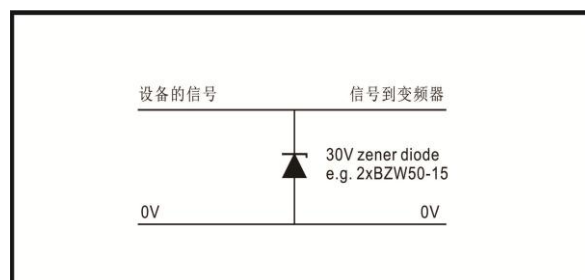
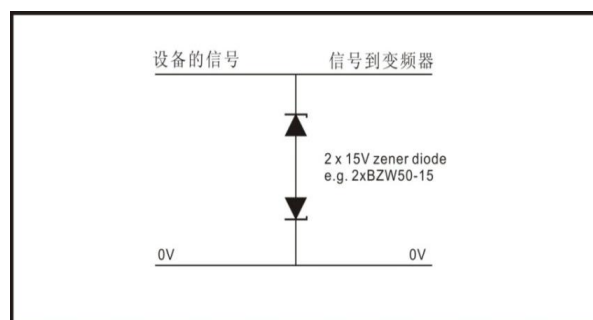

图 3-56 数字及单极输入输出过压抑制
图 3-57 模拟及双极输入输出过压抑制
3. 额外的过压抑制-对于模拟和数字输入输出，可将稳压二极管网络或商业使用的过压抑制器输入电路并联，见图3-56和图3-57。